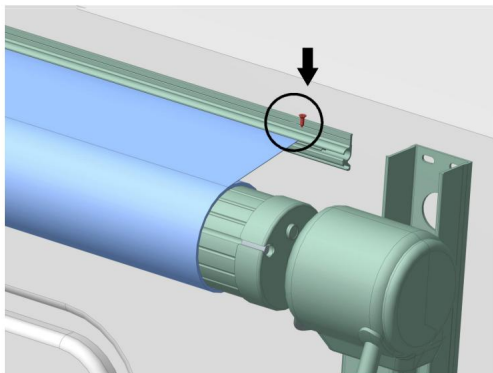

Figure D25
6.3 Insérez la vis de fixation B (Figure D25) des deux côtés de l'insert en tissu pour empêcher le tissu du pare-soleil de bouger. Veillez à serrer modérément le tissu du pare-soleil lors de l'insertion de la vis de fixation pour assurer la planéité.